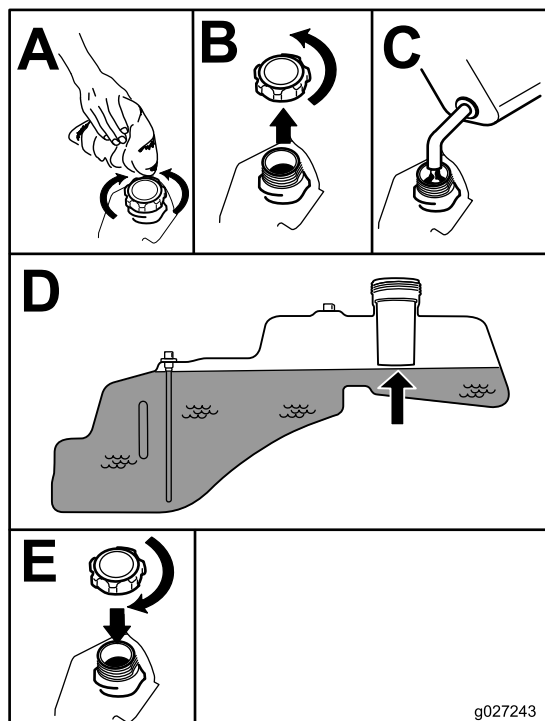

Figura 8
**Nota:** È possibile utilizzare l'indicatore di livello del carburante per controllare la presenza di benzina prima di procedere al riempimento del serbatoio (Figura 8).